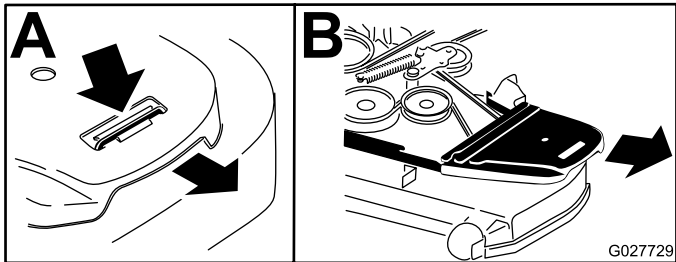

Figura 60
4. Retire las cubiertas de la correa (Figura 60).